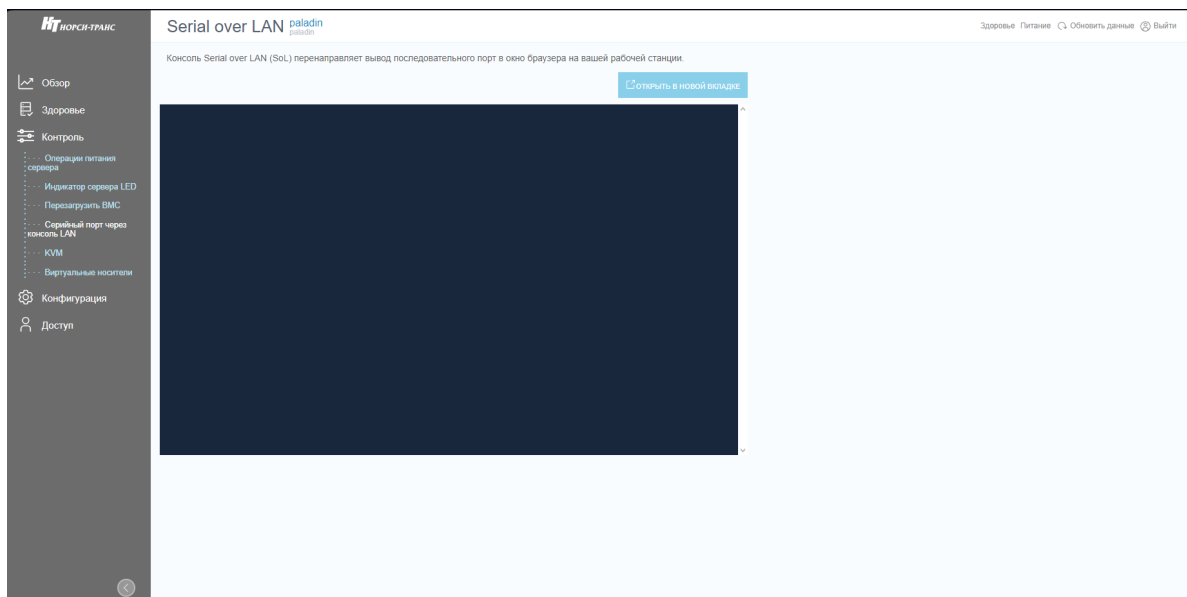

Рис. 71. Окно «Serial over LAN»
- 5) Пройдите во вкладку «Контроль» → «Serial over LAN» в данной вкладке осуществляется перенаправление вывода последовательного порта сервера в окно браузера вашей рабочей станции. Окно показано на рис. 71 Окно «Serial over LAN».